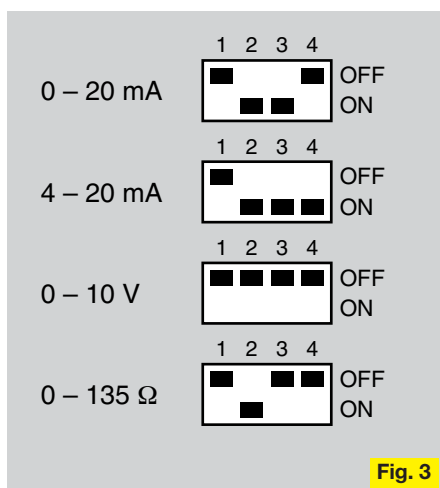

Fig. 3
**RV..E** mit eingebauter Positionierregelung. Folgende Signalförmungen werden verarbeitet (Fig. 3):
- 0 (4) bis 20 mA,
The following signal waveforms are processed (Fig. 3):
Les formes de signaux suivantes sont transformées (Fig. 3) :